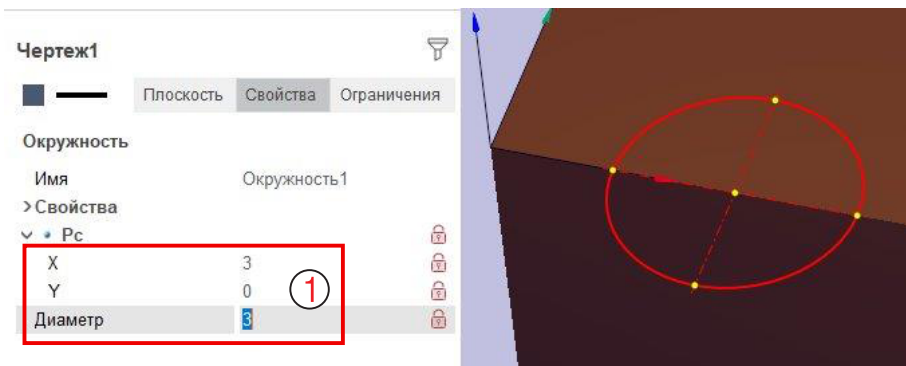

Рис. 7-22. Построение контура фасонного инструмента. Этап 1.
Нажмите на иконку **Окружность по центру и радиусу** (2) и постройте окружность в точке X3 Y0 диаметром 3 мм. Т.к. нас интересуют точные размеры – введите их явно (1 на рис. 7-22). Нажмите Enter для завершения построения.